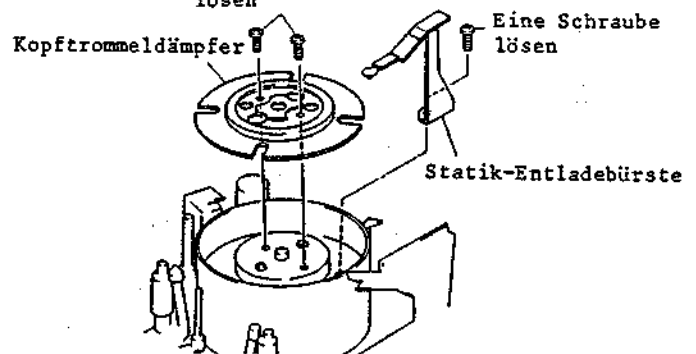
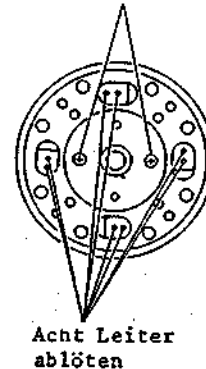

Abb. 2-41 Ausbau der Videoköpfe
Abb. 2-42 Ausbau der Videoköpfe
### 3-3 Ausbau der Videoköpfe (obere Kopftrommel) (Abb. 2-41, 2-42)
1. Eine (1) Befestigungsschraube der Statik-Entladebürste lösen (siehe Abb. 2-41).
2. Zwei (2) Befestigungsschrauben des Kopftrommeldämpfers entfernen.
3. Acht (8) Leiter von der oberen Kopftrommel ablöten (siehe Abb. 2-42).
4. Zwei (2) Befestigungsschrauben der oberen Kopftrommel lösen.